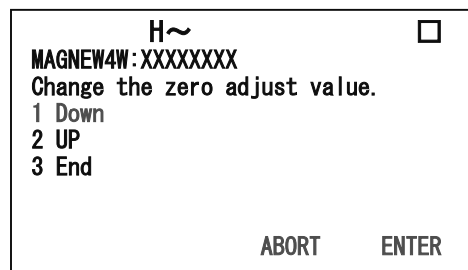

図3-3-5
- ④ 数値を入力したら、Enterを押してください。数値が設定可能条件から外れているとエラーが表示されます。再度、数値を入れなおして下さい。
- ⑤ 設定が終了したらAbortを押してください。次の画面(図3-3-5-4)が表示されます。
と進んでください。図3-3-5が表示されます。